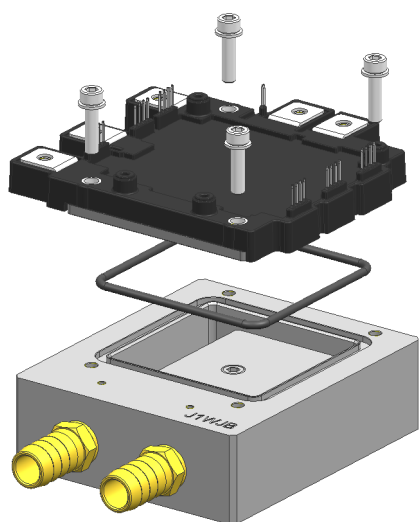
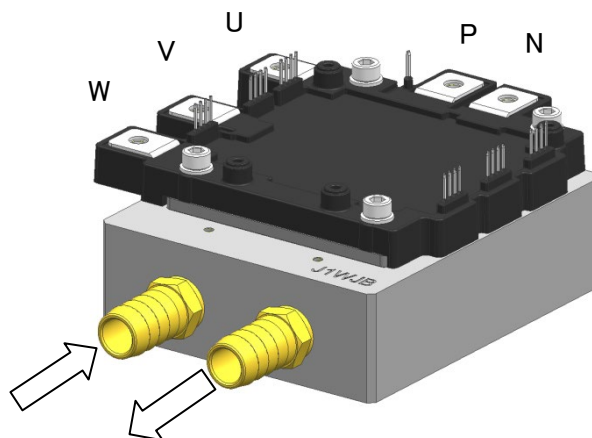
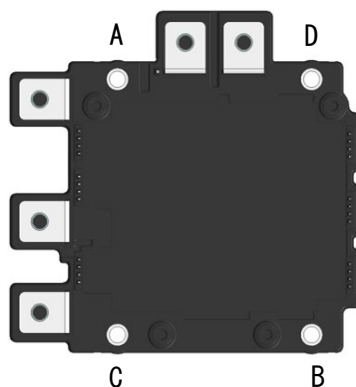

図3. モジュール組付け方法
図4. 冷却水の方法
図5. J1シリーズの取り付けねじの締め付け順序(仮締め、本締め共通)
モジュールの組付け方法を図3に示します。モジュール組付け時は、0リング溝に専用0リング(本付属品)を設置し、M5ねじでモジュールの四隅を締め付けて下さい。このとき、基準T系列のM5ねじを用いて、各モジュールデータシートに記載のトルク(※)で締め付け下さい。取り付けねじの締め付けは対角締め(図5 A→B→C→Dの順)を基本とし、最大定格トルクの20%で仮締めの後、本締めを実施することを推奨します。モジュール組付け用のM5ねじは、お客様にてご用意下さい。
冷却水の流入口・流出口の穴は Rc3/8 です。流入口・流出口にはホース用継手にシールテープを巻いて、取り付けして下さい。図3に、本水冷ジャケット同梱のホースニップルを使用した一例を示します。また、冷却水の方法は図4の通りに設定下さい。
2. 流水方向を図4と逆向きに設定した場合、十分な水冷が出来ません。